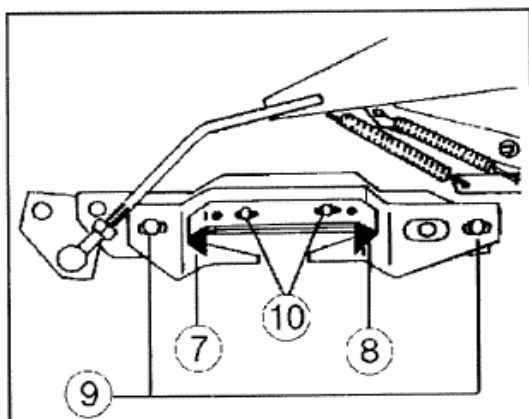

Рис. 22.
После завершения процесса обматывания всегда сначала должен обрезаться шпагат правым ножом (7), а затем левым (8) (рис. 22). Разница во времени, однако, должна быть как можно меньшей. Регулировку выполнять с помощью крепежных болтов. (9)